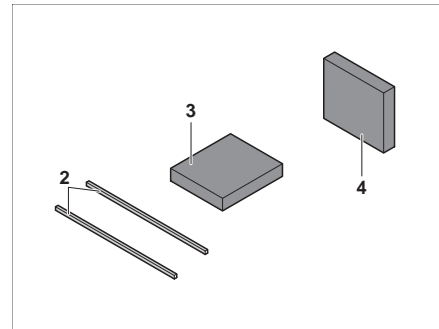

Fig. 117 Cuscino aggiuntivo
- Collocare il cuscino aggiuntivo (Fig. 117,3) sulla prolunga del divanetto.
- Applicare il cuscino aggiuntivo (Fig. 117,4) con funzione di schienale.